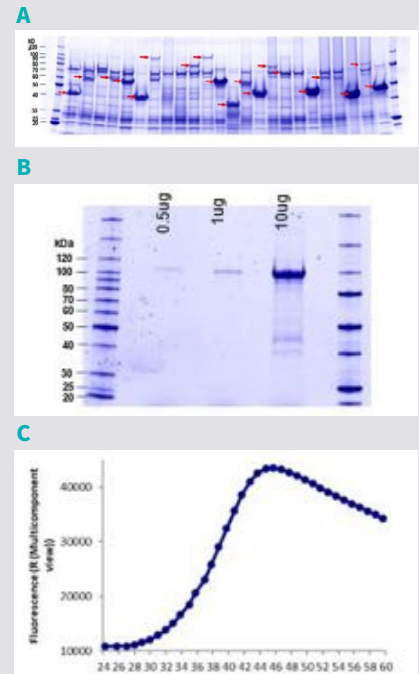

図1: (A) CDHスクリーニングからの典型的なSDS-PAGE分析 (B) SDS-PAGEおよび (C) DSF分析 (CDHによるN末端HTTタンパク質コンストラクト)
図1: (A) リフォールディングプロセスは、多様なリフォールディング温度、リフォールディング時間、タンパク質希釈率から最適化。(B) 数ミリグラム単位で均一の高純度のタンパク質を精製: SDS-PAGE分析。(C) CD73阻害物質であるアデノシン^{5'}-(α,β メチレン)ニリン酸塩 (AMPCP) に結合したCD73のX線結晶構造(データセット解像度1.7Å)。この構造はアポリタンパク質の開構造とよく重なり、これもまた解析された。